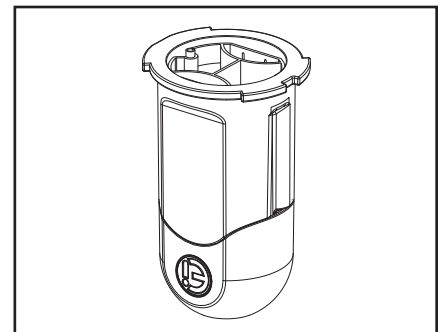

Figura 28. Celda invertida
7. Vuelva a colocar la tapa en la celda y inviertala (ver Figura 28).
8. Con gafas protectoras y guantes, añada una (1) parte de ácido muriático a diez (10) partes de agua y mezcla.